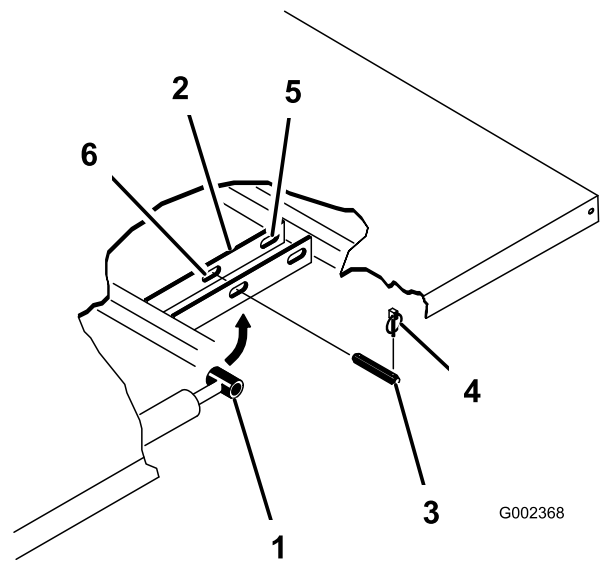

Figura 35
- Retire os pinos de sujeição das extremidades exteriores dos pinos de forquilha da haste do cilindro (Figura 35).
- Retire os pinos de forquilha que prendem as extremidades da haste do cilindro nas placas de montagem da caixa empurrando os pinos para dentro (Figura 35).
- Retire os pinos de sujeição e os pinos de forquilha que prendem os apoios da articulação nos canais da estrutura (Figura 35).